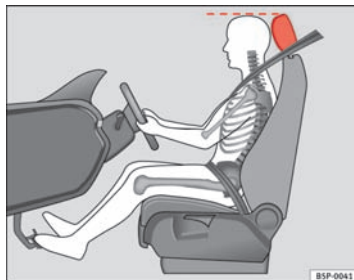

Fig. 2 Den rigtige indstilling af førerens hovedstøtte
- Indstil hovedstøtterne således, at hovedstøttens øverste kant er på højde med den øverste del af dit hoved ⇒ Fig. 2.